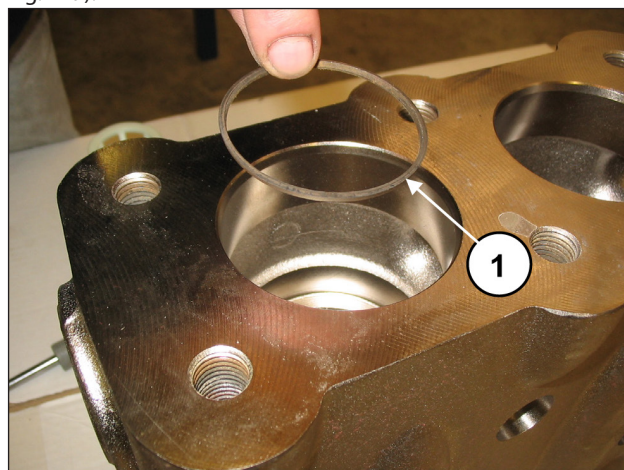

Fig. 119
Insira o anel anti-extrusão, pos. de explosão nº. 4 (pos. ①, Fig. 119).